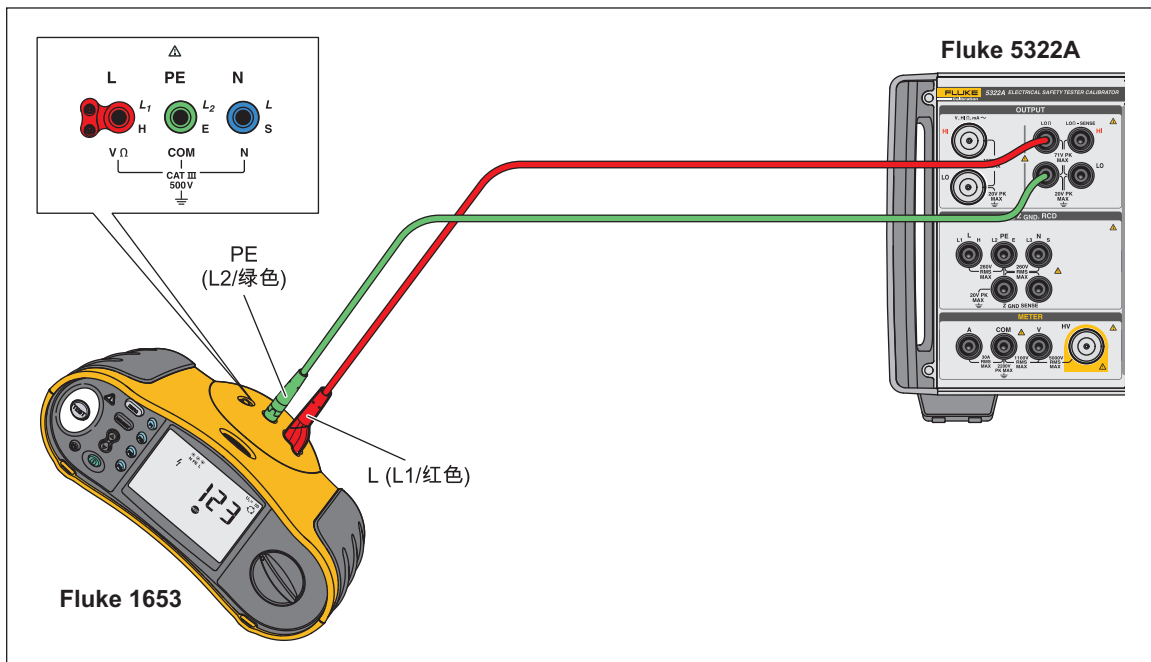

图 30.被测仪器 2 线电阻校准连接
2. 按照图 30 所示，将被测仪器连接到产品的 **LO Ω HI** 和 **LO** 端子。